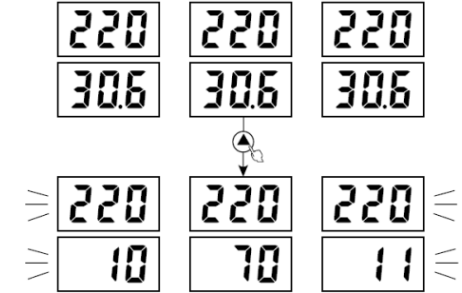

Рис. 8. Значения тока и напряжения при последней аварии
3.4. В случае необходимости узнать значения параметров при последней ошибке необходимо нажать кнопку вверх и дисплей отобразит значения напряжения и тока при последней ошибке (Рис. 8).